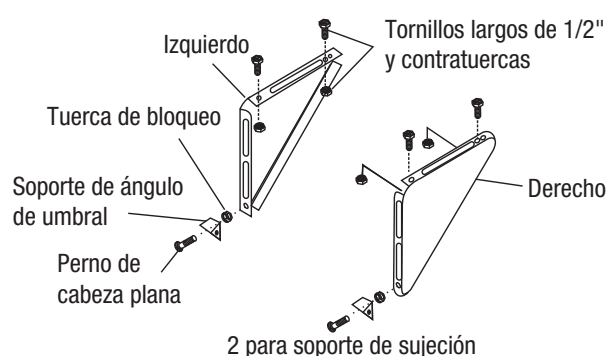

FIG. 15B
2. Monte el soporte de ángulo del umbral para sujetar los soportes en la posición marcada. (Ver Fig. 15B.) Apriete a mano para permitir cambios más adelante.